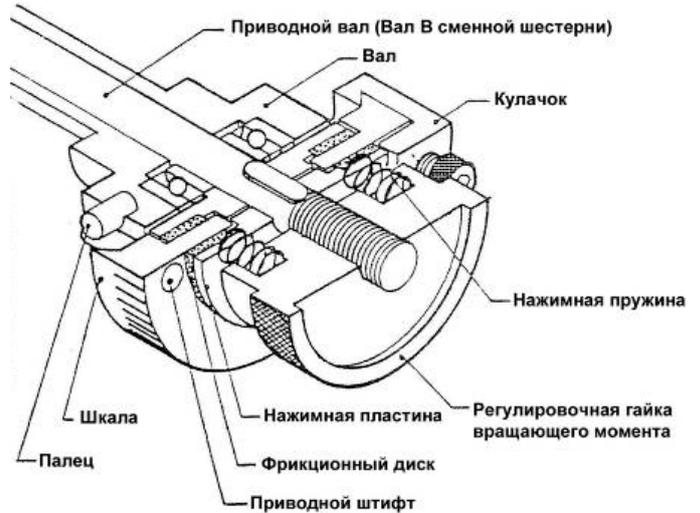
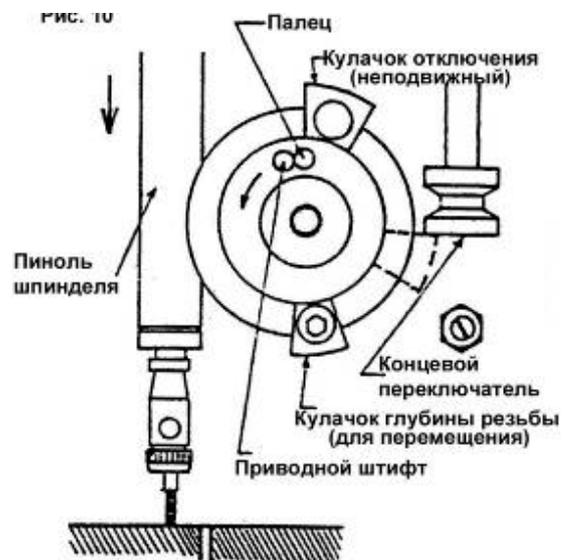

Рис.5
Рис.6
- Конструкция кулачкового механизма показан на Рис.6.
**(1) Устранение зазора**
Предохранительная муфта подачи показана на Рис.5. Муфта проскальзывает, чтобы предотвратить продвижение резьбы вперед, как показано на Рис.6. Таким образом, станок и резьба защищены от повреждений, и в то же время шпиндель автоматически вращается реверсивно и станок возвращается в исходное положение.
рѐнного вала, вперѐд по направлению движения, как показано на Рис.5.